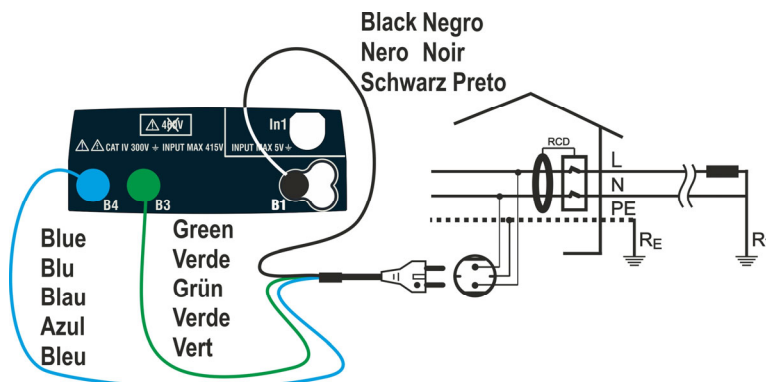
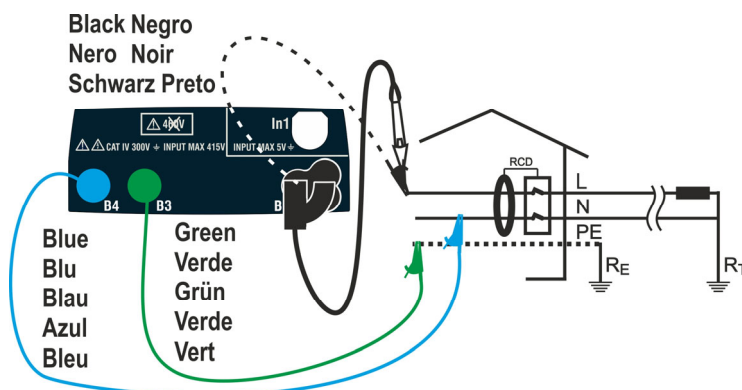
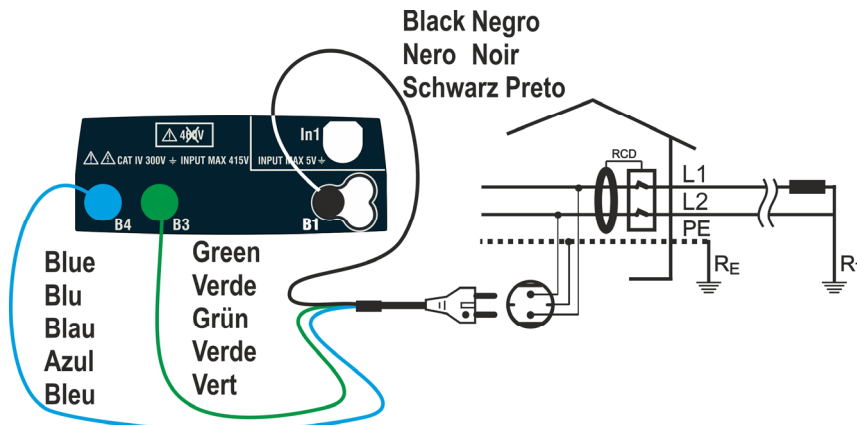
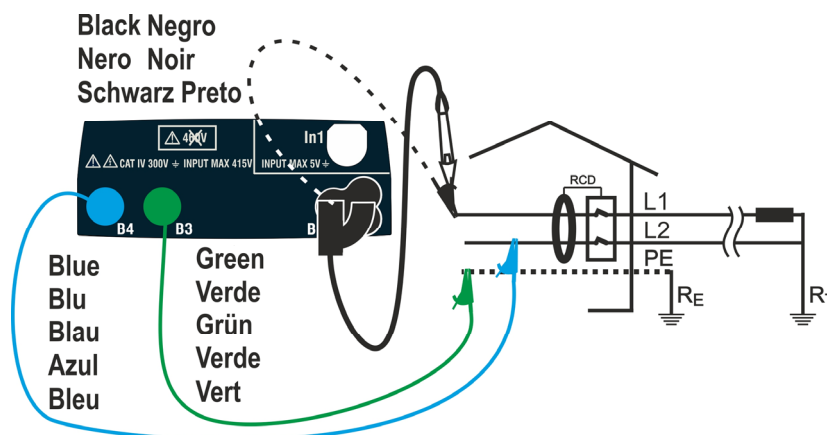

Fig. 4: Connexion Monophasée L-N-PE via une fiche shuko
Fig. 5: Connexion sur système Monophasé L-N-PE avec câbles et embout à distance
Fig. 6: Connexion en système Biphase L-L-PE via une fiche shuko
Fig. 7: Connexion sur système Biphase L-L-PE avec câbles et embout à distance
3. Insérer les connecteurs vert, bleu et noir du câble shuko sur trois bornes dans les bornes d'entrée d'instrument B1, B3 et B4 correspondantes. En alternative, utiliser les câbles individuels et insérer les pinces crocodiles respectives à l'extrémité des câbles. Éventuellement, utiliser l'embout à distance en insérant le connecteur multipolaire dans la borne d'entrée B1. Brancher la fiche Shuko, les pinces crocodiles ou l'embout à distance au secteur électrique conformément aux Fig. 4, Fig. 5, Fig. 6 ou Fig. 7